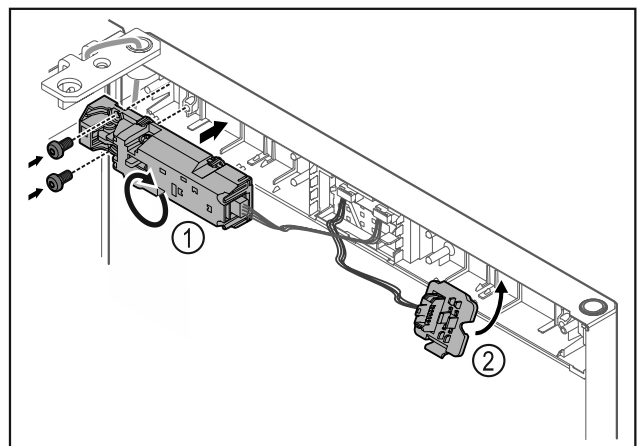

Fig. 19
- ▶ Tourner la serrure électrique Fig. 19 (1) à 180° et la placer de l'autre côté.
- ▶ Accrocher le support de connecteur Fig. 19 (2) de l'autre côté.